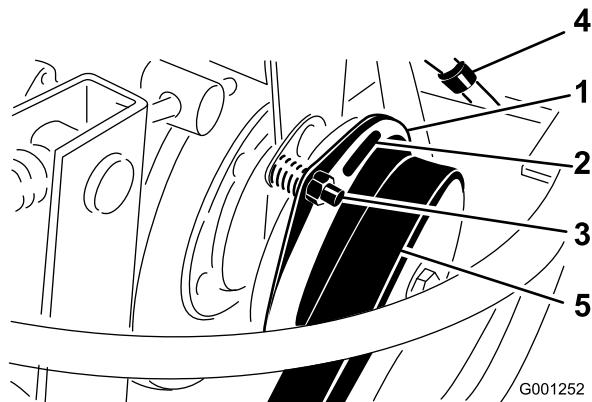

Figura 74
3. Ajuste la holgura hasta que pueda deslizarse una galga de 0,38 mm entre la guarnición del embrague y la placa de fricción con una ligera presión (Figura 74).
Nota: La holgura puede reducirse girando la tuerca de ajuste en sentido horario (Figura 74). La holgura máxima es de 0,76 mm. Ajuste la holgura en las 3 posiciones.